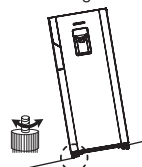

Fig. 2
• Gire las patas ajustables delanteras (izquierda y derecha) para nivelar el refrigerador Ver Fig. 2